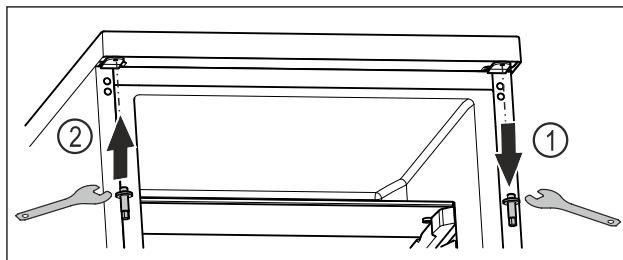

Fig. 23
- ▶ Skru ut den øvre bolten med utvendig sekskantnøkkel. Fig. 23 (1)
- ▶ Skru fast bolten med utvendig sekskantnøkkel på motsatt side. Fig. 23 (2)